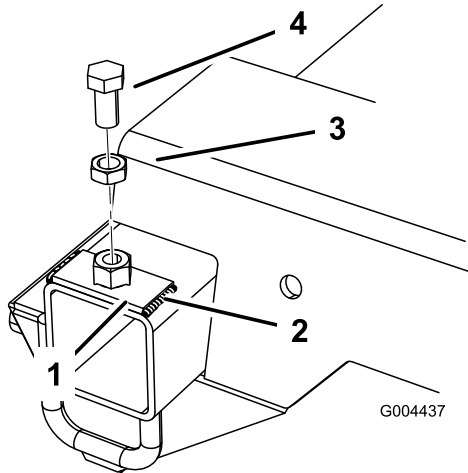

Figura 5
4. Saldate la nuova piastra al telaio con un raccordo concavo di 1/4 pollici sul lato sinistro e destro della piastra (Figura 5). Una volta raffreddati il bullone e il controdado, rimuoveteli.